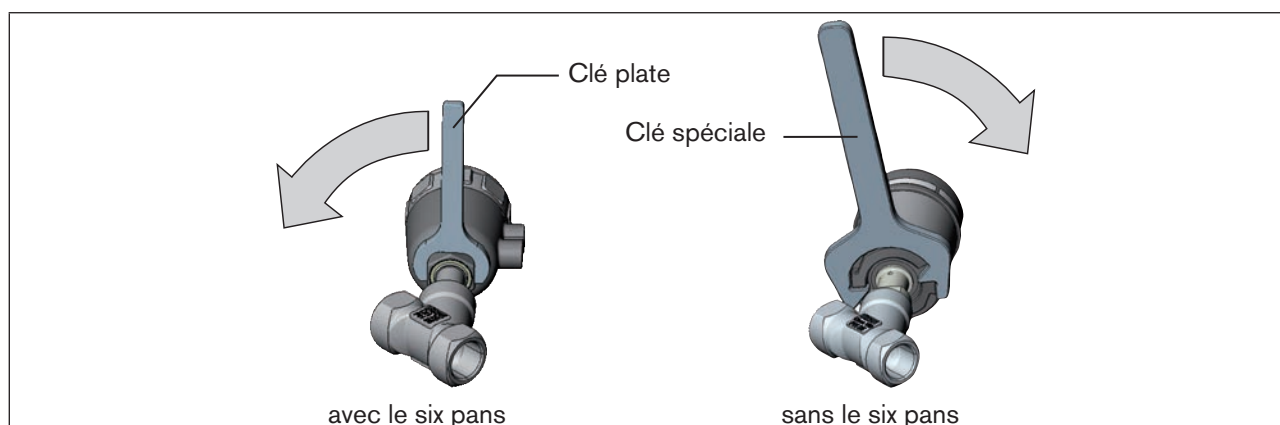

Figure 30 : Tourner avec une clé spéciale / clé plate
- Tournez le module actionneur uniquement dans le sens prescrit (voir « Figure 30 »).